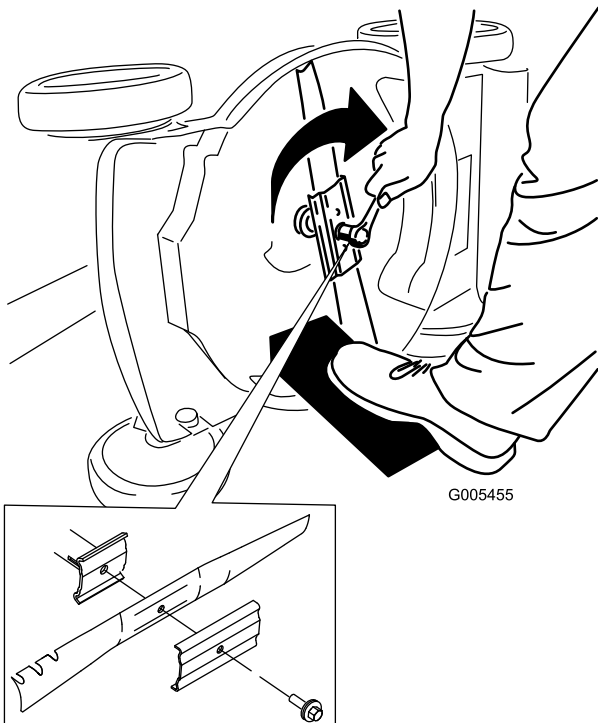

Bild 21
5. Setzen Sie das neue Messer und alle Schrauben auf (Bild 21).